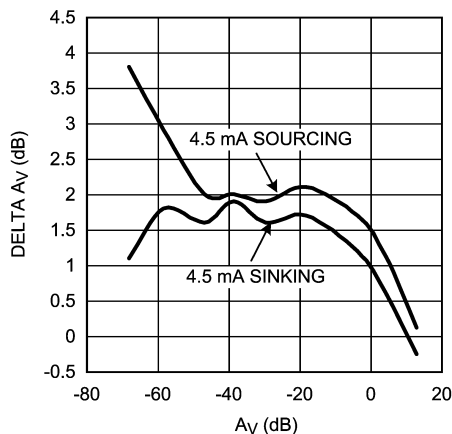

FIGURE 4. LMH6505 Gain Variation over R_G DC Current Capability vs. Gain
LMH6505 のアーキテクチャにより、フル・ゲインから完全なカットオフに至るまで出力信号を完全に減衰することができます。これは、最終段まで進んで出力信号として出力される信号を、ゲイン制御信号 V_G によって「抑制」することにより実現します。その結果、 R_G ピン (ピン 3) の平均電流 (DC 電流) がこの「抑制」回路の動作点に影響し、LMH6505 のゲインにわずかに影響します。Figure 4 に、 V_G によって設定されたゲインの関数としてこの影響を示します。
1.75dB (-58.25dB まで) 増加します。Figure 4 で示すとおり、影響はゲインを下げると最も顕著で、偏差は最大で 3.75dB 未満に制限されます。